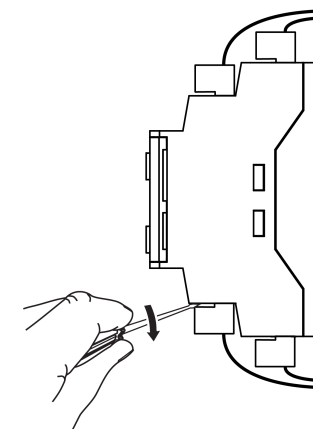

Рисунок 7.3 – Отсоединение съемных частей клемм
1. Отсоединить съемные части клемм от прибора (см. рисунок 7.3).